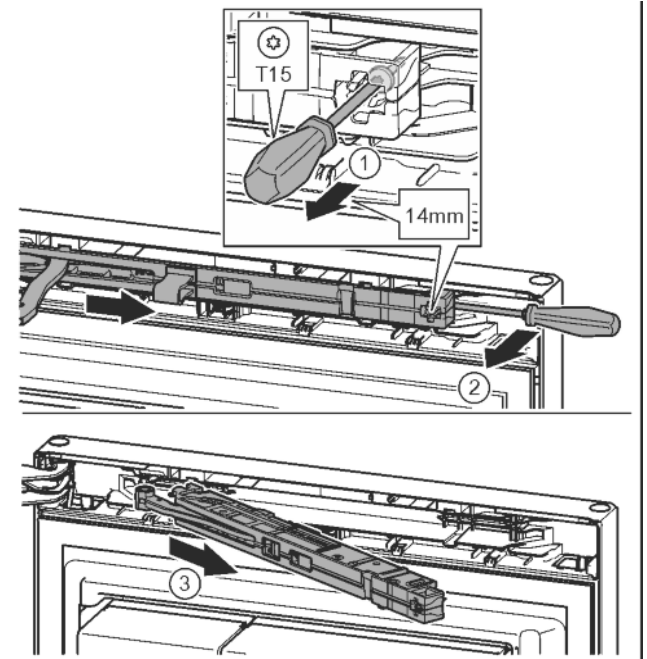

Fig. 11
- Schraube an Schließdämpfereinheit mit Schraubendreher T15 ca. 14 mm lösen. Fig. 11 (1)
- Mit einem Schraubendreher griffseitig hinter die Schließdämpfereinheit fahren und nach vorne drehen. Fig. 11 (2)
- Schließdämpfereinheit herausziehen. Fig. 11 (3)